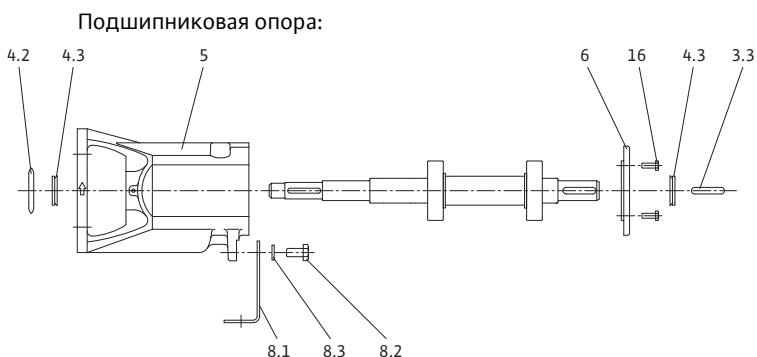

Fig. 22: Подшипниковая опора
См. Fig. 22:
- Подшипниковая опора, см. Fig. 22: